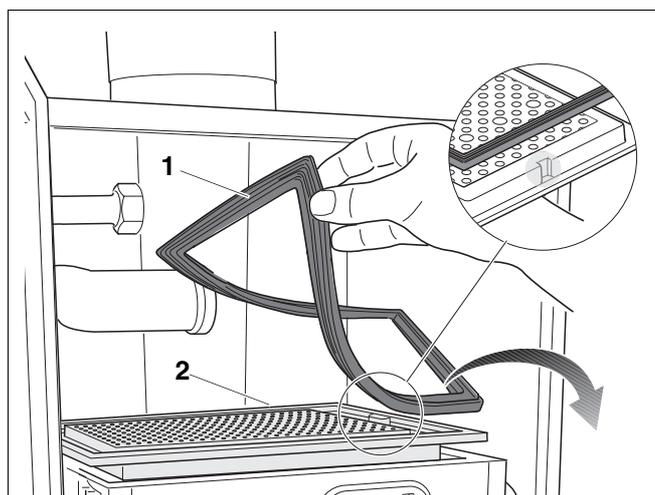

Fig. 115 Rimuovere il bruciatore e la relativa guarnizione
- Rimuovere la guarnizione del bruciatore (fig. 115, **pos. 1**), sostituirla secondo necessità.
- Rimuovere il bruciatore (fig. 115, **pos. 2**) e pulirne tutti i lati con aria compressa o con una spazzola delicata.
Verificare, al reinserimento del bruciatore, che la scanalatura si trovi a destra (fig. 115, **zoom**).